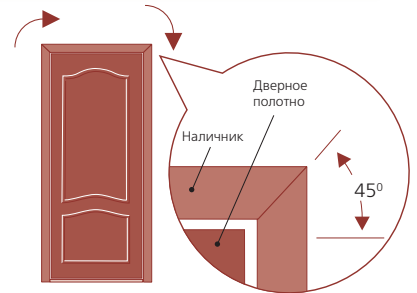

Рис. 6
- 5.2 Приложите детали наличника к месту установки, сделайте разметку, отпилите в приспособлении под углом 45°. Проведите эту операцию в следующей последовательности: левый, верхний, правый (Рис. 6). Если Вы устанавливаете Г-образный наличник, то переходите к пункту 7, п.п. 5.3 и 5.4 только для фигурного наличника.